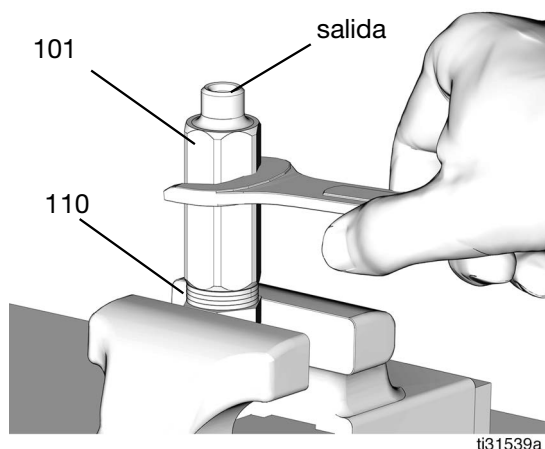

FIG. 43
- Añada o quite espaciadores de salida (110) (FIG. 43, página 49) del conjunto de la válvula del inyector.